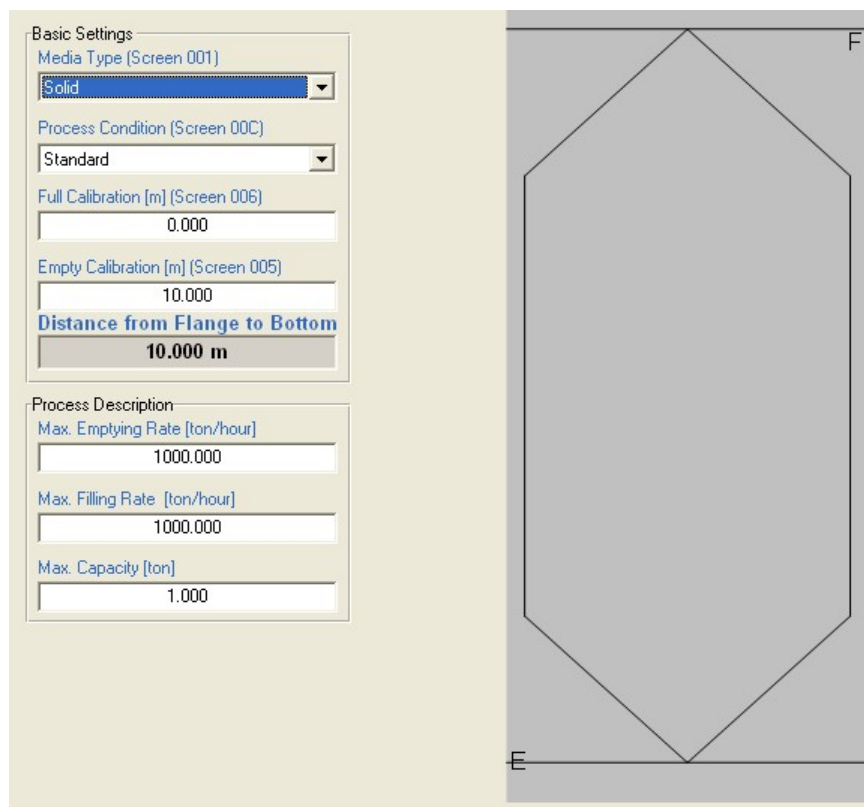

Рисунок 49 Пример ёмкости сложной формы
- a. Имеется ёмкость со следующими параметрами (Рисунок 49):